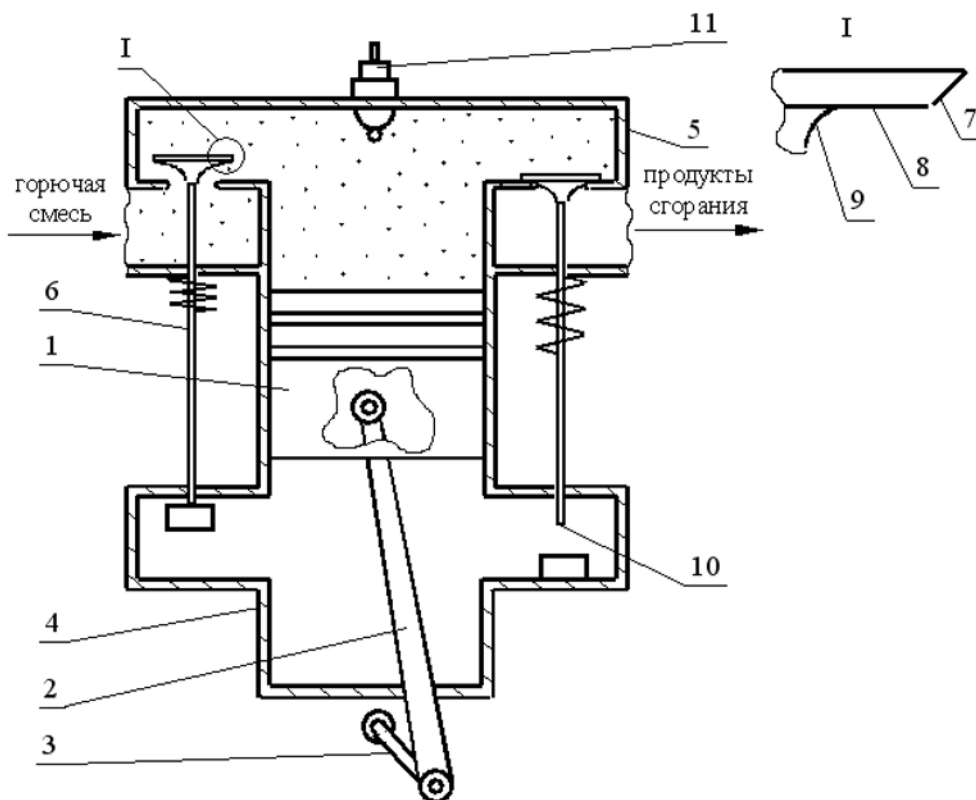

Рисунок 1 – Двигатель внутреннего сгорания:
**Задание.** Выбрать материал для изготовления шатуна рычажного механизма (рис. 1а). Деталь (рис. 1б) имеет размер наименьшего сечения  $L = 35$  мм. Материал должен иметь предел текучести  $\sigma_T \geq 900$  МПа и ударную вязкость  $KCU \geq 50$  Дж/см2. Помимо этого необходимо обеспечить повышенную износостойкость в цапфах. Рекомендовать режим термической или химико-термической обработки, обеспечивающей заданные свойства, показать микроструктуру и механические свойства, а также химический состав материала в готовом изделии.